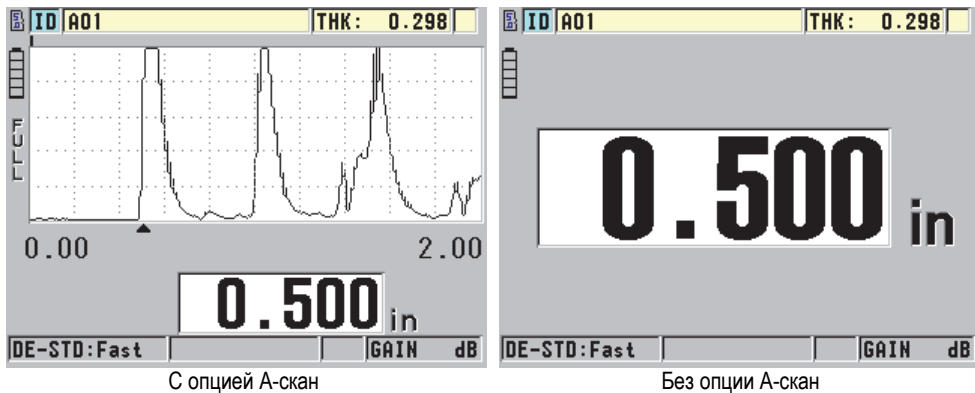

Рис. 5-12 Получение значения толщины
3. Снимите показания толщины объекта контроля (см. Рис. 5-12 на стр. 78).